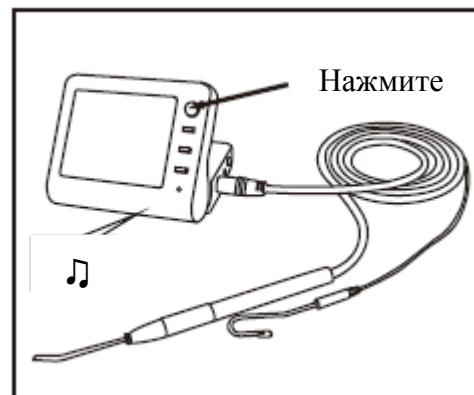

Рис. 27
2) Подключите тестовую рукоятку в сборе с кабелем и включите изделие: при этом вы услышите два звуковых сигнала. (Рис. 27)